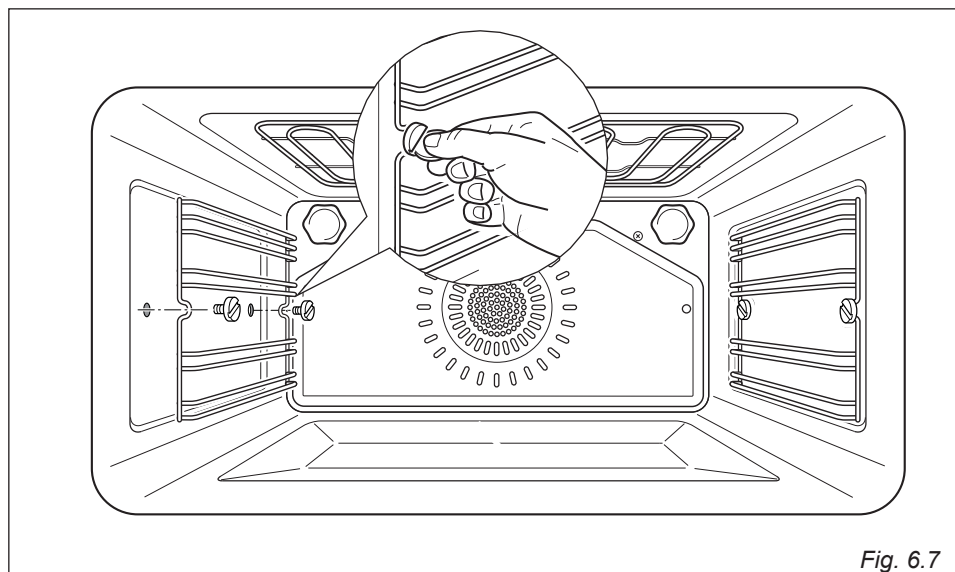

Fig. 6.7
- Montare i telai laterali fissandoli alle pareti del forno con 2 viti (fig. 6.7).
- Avvitare i telai laterali alle pareti del forno (fig. 6.7).